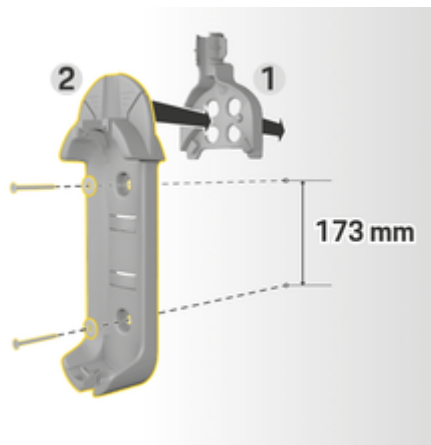

図 4: ドリル寸法
3. ウォールマウントベース 2 (図 4) を前からケーブルガイド 1 (図 4) に押し込みます。